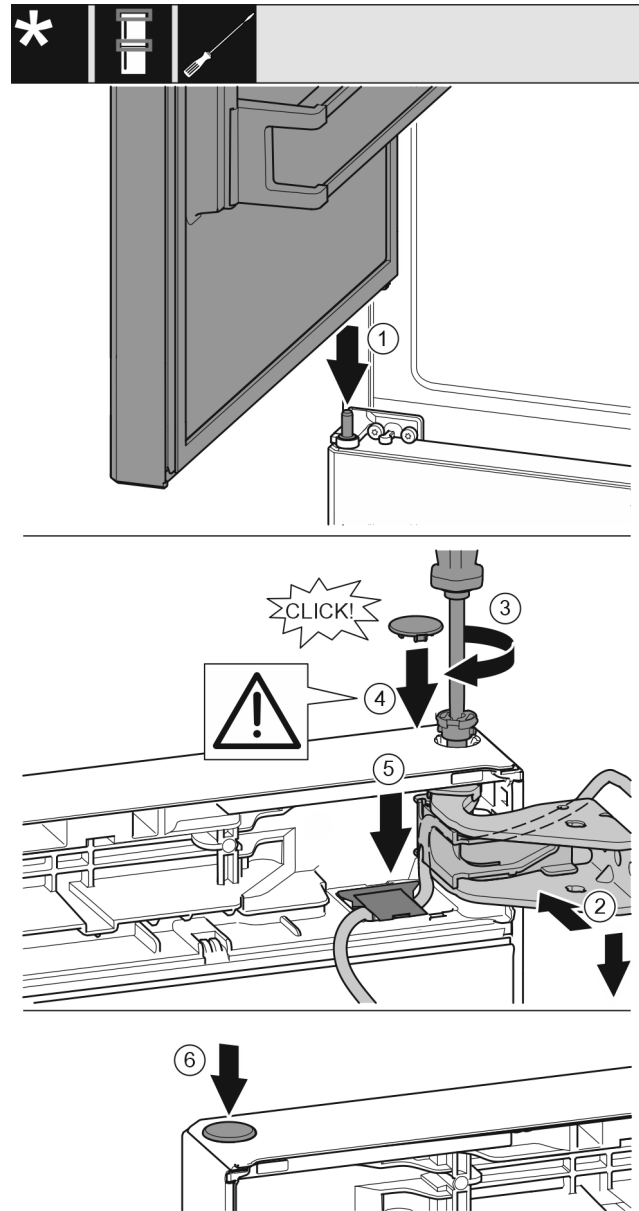

Fig. 40
- ▶ Placer la porte supérieure sur l'axe de palier central Fig. 40 (1).
- ▶ Orienter la porte en haut pour l'ouverture dans le support de palier. Fig. 40 (2)
- ▶ Insérer l'axe Fig. 40 (3) et le serrer avec un tournevis.
- ▶ Monter le cache de fixation Fig. 40 (4) pour sécuriser la porte : mettre le cache de fixation en place et vérifier qu'il repose bien sur la porte. Sinon, insérer complètement l'axe.
- ▶ Mettre le cache Fig. 40 (5) en place et le pousser vers le bas jusqu'à ce qu'il s'enclenche.
- ▶ Mettre le cache Fig. 40 (6) en place.